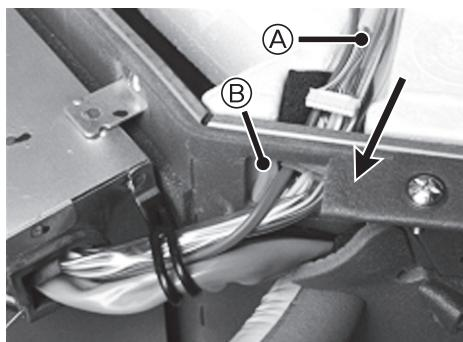

Fig. 4-2
- (1) Aksesuarlarla birlikte verilen kablosuz bağlantı kablosunu çıkarın.
- (2) Kablosuz bağlantı kablosunun iç ünite kumanda paneli konektörünü (beyaz) ana ünite YUVASI ok yönünde gösterildiği gibi geçirin. (Fig. 4-2)